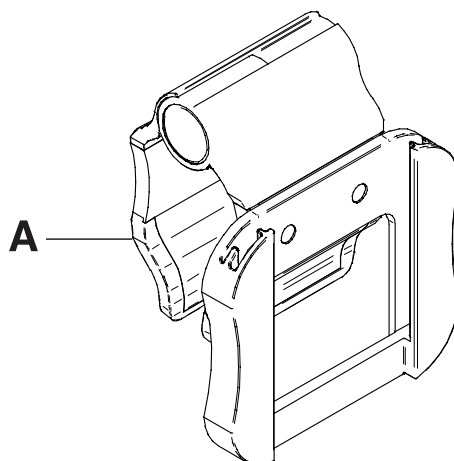

Figure 2-124 : Clip pour commande suspendue du patient
1. Soulever le clip (A) (Figure 2-124 à la page 2-117).